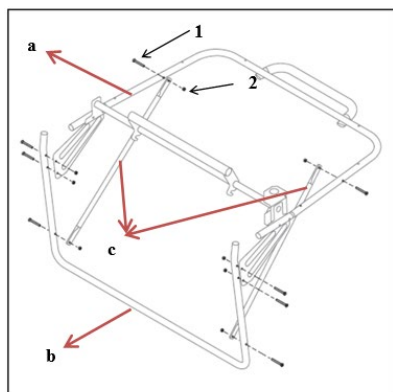

Fig.7J
1. Monte la estructura del marco giratorio (a), el marco de fijación inferior (b) y la abrazadera diagonal (c) usando tornillos de cabeza plana pequeños empotrados en cruz (1, M5*32) y una tuerca de bloqueo hexagonal (2, M5) como se muestra en la Fig.7J.